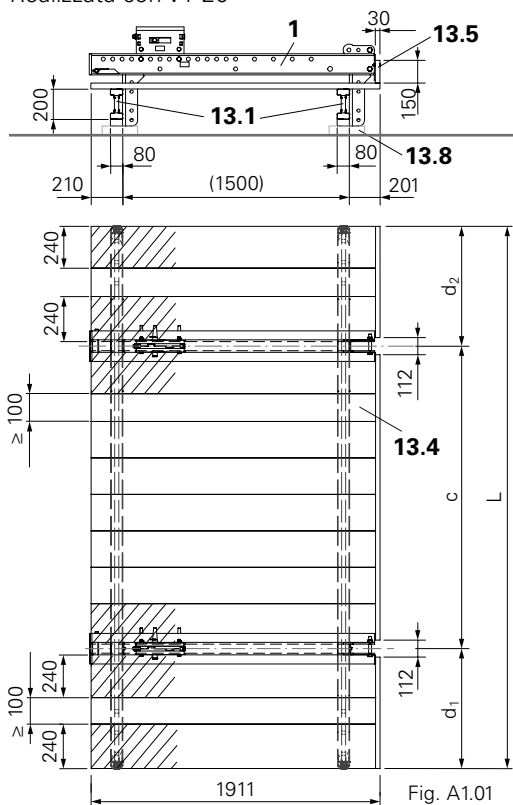
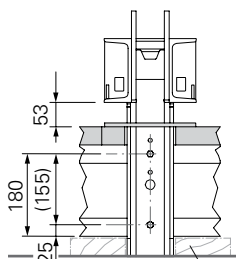
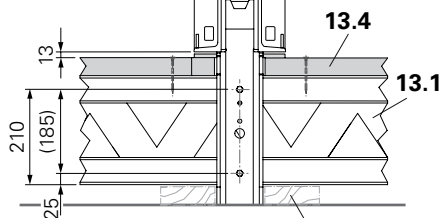

Fig. A1.01
Fig. A1.03a 13.8
Fig. A1.04a 13.8
SCS 190: 1911 mm. (Fig. A1.01)
1. Posizionare le traverse (1/2) sulle tavole di appoggio (13.8) e allineare. (Fig. A1.01 e A1.02)
2. Appoggiare le travi VT 20 (13.1) a sostegno delle traverse, assicurandosi che i componenti siano perpendicolari. (Fig. A1.01 o A1.02 + Fig. A1.03a)
- Avvitare ciascuna trave VT 20 con 2 viti esagonali per legno 8 x 60 alle traverse. (Fig. A1.01 o A1.02 + Fig. A1.03a)
(Fig. A1.01 e A1.02)
- Avvitare ciascuna trave GT 24 con 2 viti esagonali per legno 8 x 60 alle traverse. (Fig. A1.01 o A1.02 + Fig. A1.04a)
2. Appoggiare i travetti 80 x 160 mm (13.1) a sostegno delle traverse, assicurandosi che i componenti siano perpendicolari. (Fig. A1.01 e A1.02)
- VT 20: v. Fig. A1.03a.
- GT 24: v. Fig. A1.04a.
- SCS 190: 1911 mm. (Fig. A1.01)